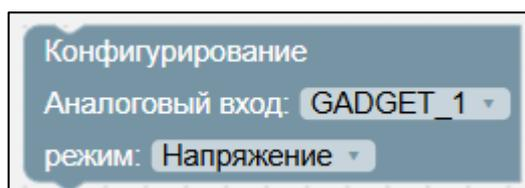

Рисунок II-41 – Блок «Конфигурирование. Аналоговый вход»
3. Блок «Конфигурирование. Аналоговый вход» (см. Рисунок II-41).